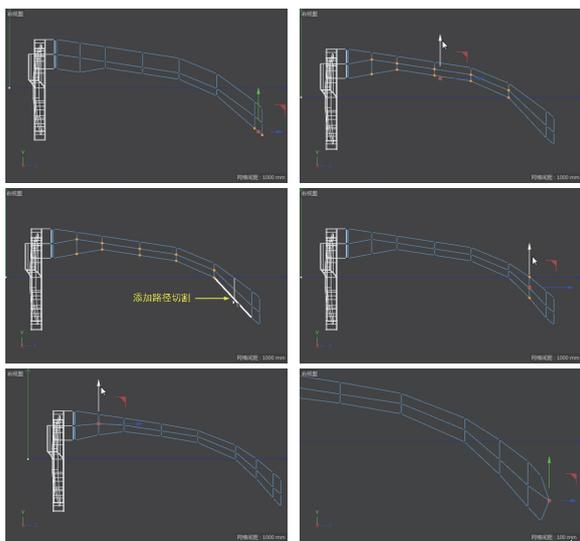

图 5-94
**09** 继续在右视图图中进行移动点操作，如图 5-94 所示。